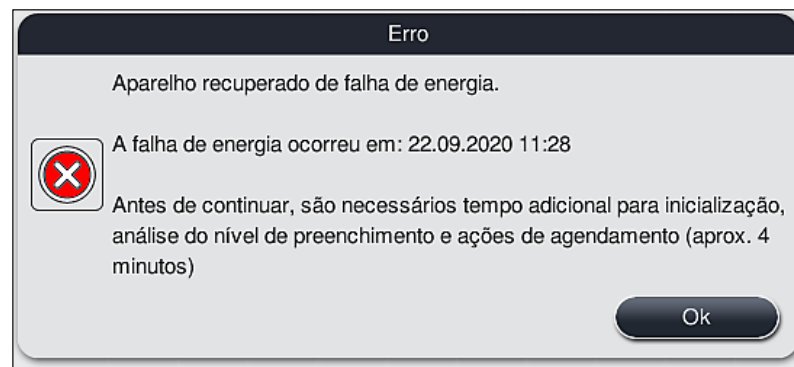

Fig. 108
- ① A primeira mensagem de informações após o aparelho reiniciar automaticamente informa o usuário sobre a hora da falha de energia elétrica (→ "Fig. 108"). Confirme esta mensagem de informações pressionando o botão **OK** para iniciar as instruções adicionais para a continuação do processo de coloração.